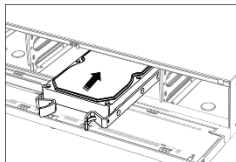

Figure 1-9 Insérez le disque dur
Step 3 Insérez le disque dur jusqu'à ce qu'il soit fermement fixé. Reportez-vous à Figure 1-9.